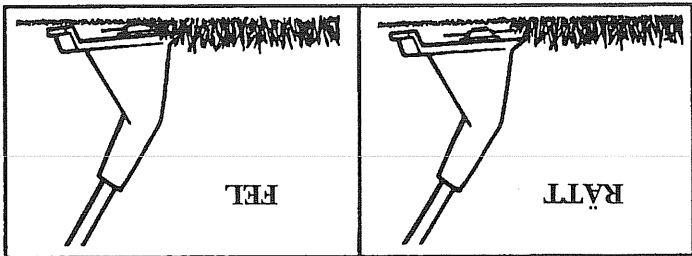

Bild 2
- Klippningen sker av kabelns ända. Låt tråden klippa med egen hasighet. Du får bättre resultat om du inte tvingar tråden mot gräset. Rätt och fel sätt visas i Bild 2.
- Håll inte kabelhållaren mot marken under trimningen. Ständig kontakt kan skada trådhållaren och orsaka onödig nöying av tråden. Rätt och fel sätt visas i Bild 2.
2. Håll trimmarens skydd och tråd parallell mot, och ovanför marken. Bild 2.